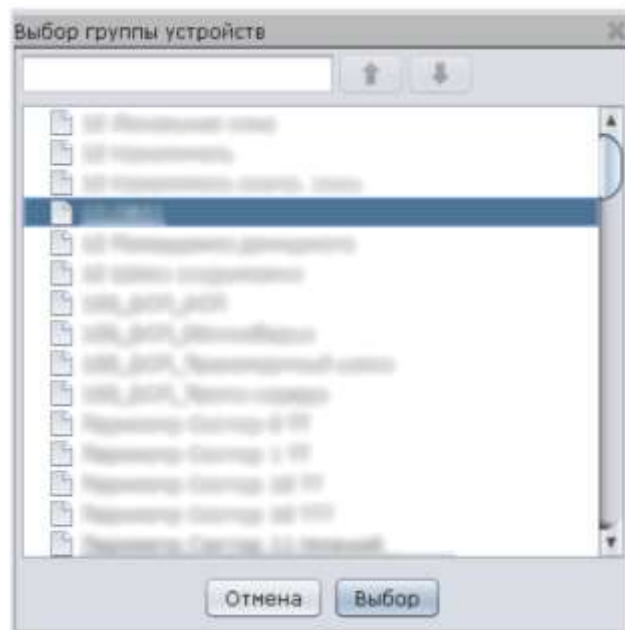

Рис. 143
2) в поле «Устройство» нажать на кнопку «Не выбран» и в открывшемся окне «Выбор группы устройств» (Рис. 143) выбрать группу и нажать «Выбор».